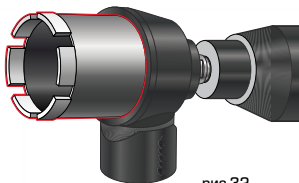

рис.32
- установите на вал пылеотвода подрозетник (рис. 32). Ключами плотно затяните резьбы.